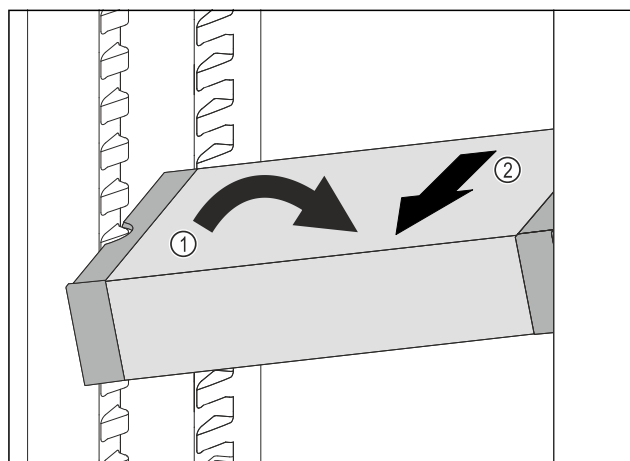

Fig. 55
- ▶ Наклонете VarioSafe в хладилната част. Fig. 55 (1)
- ▶ Извадете VarioSafe напред. Fig. 55 (2)